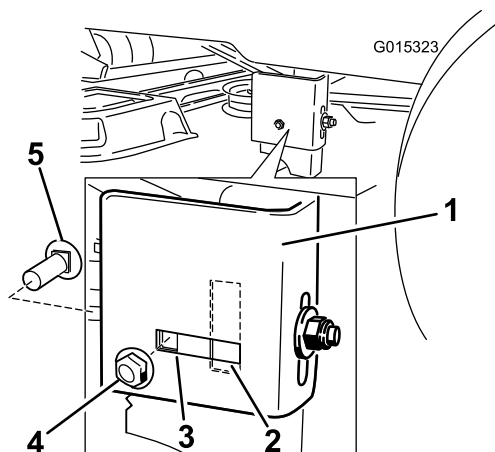

Figura 57
7. Vaya al lado izquierdo de la máquina. Compruebe si el perno de cuello cuadrado lateral está en la posición fija o ranurada (Figura 57).
8. Si el perno de cuello cuadrado lateral está en la posición fija, retire el perno de cuello cuadrado lateral y la tuerca de bloqueo lateral de la posición fija, e instálelos en la posición de ajuste ranurada (Figura 57).